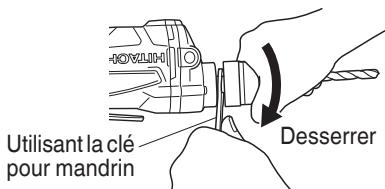

Fig. 3
- (4) S'il est difficile de desserrez le manchon, fixer le mandrin en utilisant la clé pour mandrin, maintenir fermement le manchon et tourner dans le sens du dévissage (sens contraire des aiguilles d'une montre quand le manchon est vu de l'avant). (Fig. 3)